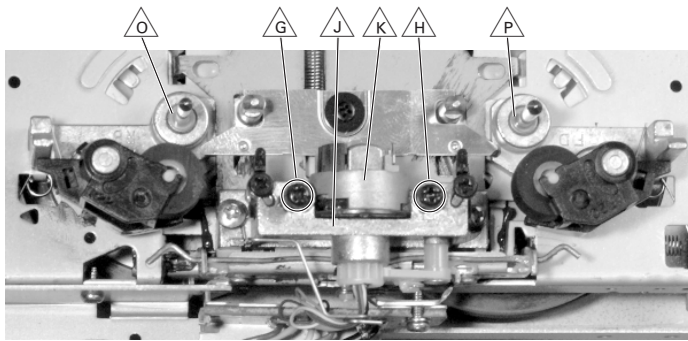

Fig. 37
- Ölfangscheiben  $\triangle_O$  und  $\triangle_P$  abziehen (Fig. 37).
- Pull off the oil seals  $\triangle_\Delta$  and  $\triangle_\Delta$  (Fig. 37).
Die Bandlaufeinstellung wird notwendig nach einem Wechsel des Kombikopfes  $\Delta_K$  bzw. des Kopfträgers  $\Delta_J$  (Fig. 37).
Adjustment of the tape transport is necessary after changing the combi head  $\Delta_K$  or the head base  $\Delta_J$  (Fig. 37).